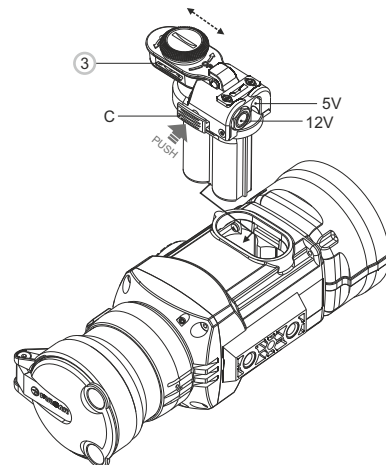

Рис. 3
- Установите переходник внешнего питания в контейнер батарей монокуляра (см.рис.3) и нажмите на него сверху до упора, пока не защелкнутся боковые защелки.
- Закрепите крышку (3) на адаптере (см. рис.3).
- Включите прибор кратким нажатием кнопки “ON/OFF” (10).